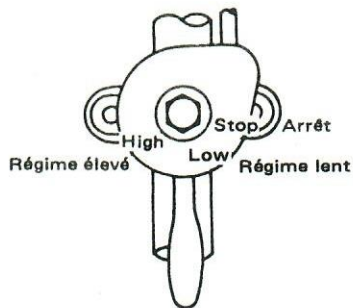

Fig. 4-1
- (1) Disengage the main clutch.
- (2) Insert the start handle into the start shaft.
- (3) Pull the decomp. lever and turn the handle in 4-5 rounds clockwise so that oil reaches to the metal parts.
- (4) Set the throttle lever between LOW and HIGH. (See Fig. 4-1).
- (5) Pull the decomp. lever and turn the handle. Then confirm hearing fuel injection (sizzling sound). If no sound is heard, make air extraction.
- (6) Upon confirming the fuel injection, turn the handle vigorously to allow turning by momentum. Then release the decomp. lever and give the handle further 2-3 turnings.
- (1) Libérer l'embrayage principal.
- (2) Insérer la poignée de mise en marche dans l'arbre.
- (3) Tirer le levier de décompression et tourner 4 ou 5 fois la poignée dans le sens des aiguilles pour que l'huile arrive bien aux pièces métalliques.
- (4) Placer le levier de papillon entre les positions LOW et HIGH (Voir Fig. 4-1)
- (5) Tirer le levier de décompression et tourner la poignée. S'assurer que l'on entend l'injection du carburant (son sifflant). Si aucun son n'est audible, effectuer la purge d'air.
- (6) Après s'être assuré de l'injection de carburant, tourner vigoureusement la poignée; relâcher alors le levier de décompression et faire tourner la poignée de 2 ou 3 tours supplémentaires.